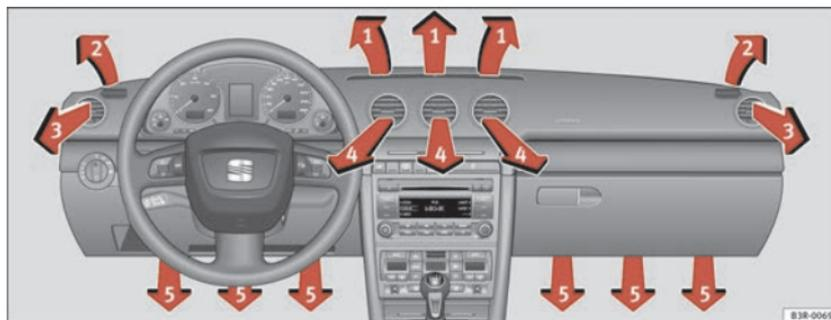

Fig. 132 Painel de instrumentos: Disposição dos difusores de ar
Os difusores de ar ⇒ fig. 132 ③ e ④ podem ser operados da seguinte forma.
Os três botões têm o seguinte significado. Os números dizem respeito aos difusores de ar → página 168, fig. 132.
Após desligar a ignição, o motor do ventilador funciona com a energia que lhe é fornecida pelo tecto solar. Para conseguir uma óptima ventilação, devem estar abertos os difusores 3 e 4 ⇒ página 168, fig. 132.